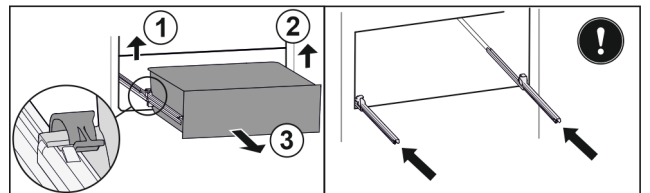

Fig. 128
- ▶ 提起左侧夹子，同时将抽屉左侧向前拉。 Fig. 128 (1)
- ▶ 提起右侧夹子，同时将抽屉右侧向前拉。 Fig. 128 (2)
- ▶ 朝前取出抽屉。 Fig. 128 (3)